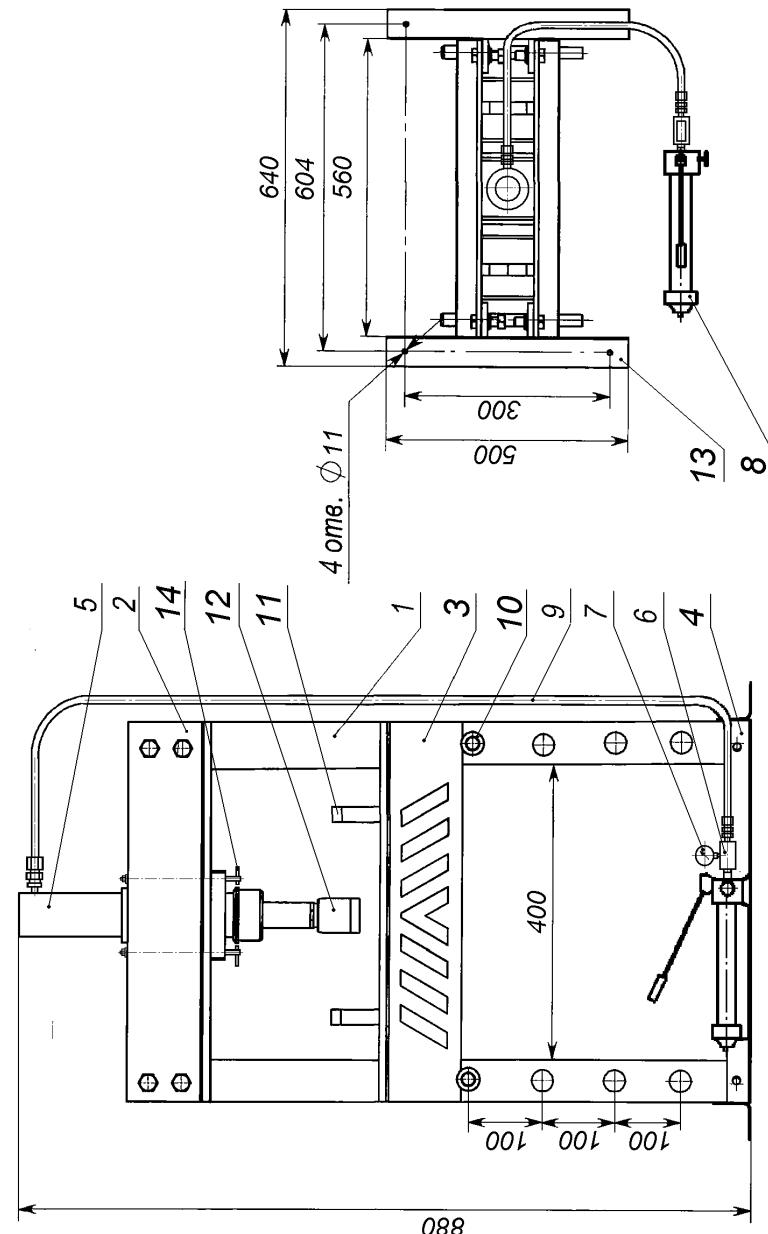

Рис. 1. Пресс П- 10
- рама, состоящая из двух стоек поз. 1 (см. Рис.1), балки верхней поз. 2, балки опорной поз. 3, поперечины поз. 4 и опорных уголков поз. 13;